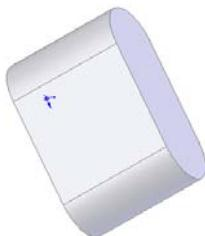
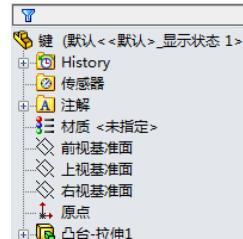

图 3-141 绘制的键
图 3-142 键的“FeatureManager设计树”
**09** 设置视图方向。单击“视图”工具栏中的“旋转视图”图标按钮~~视~~，将视图以合适的方向显示，结果如图3-141所示。键绘制完毕，此时键的“FeatureManager设计树”如图3-142所示。